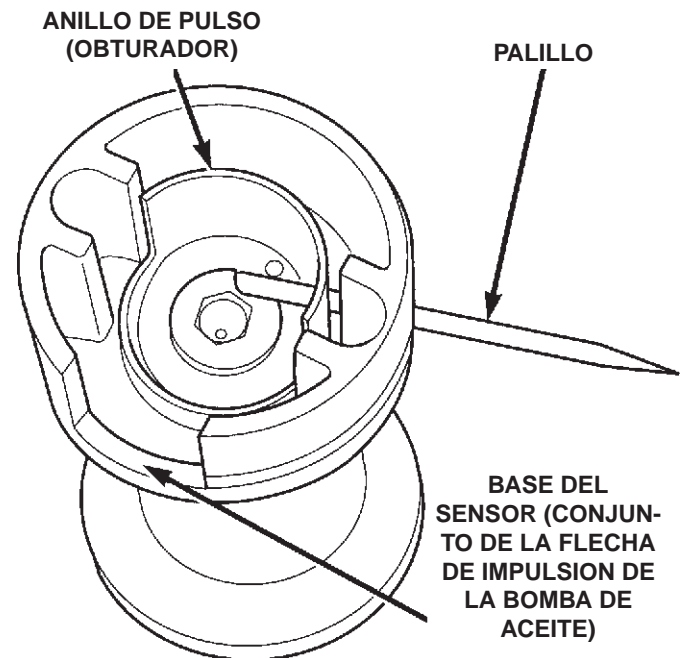

Fig. 34 Alineación del anillo de pulso del CMP del motor de 4.0 L
(1) Limpie el área del agujero de montaje del impulsor de la bomba de aceite del bloque del motor.
(2) Instale un nuevo empaque entre el impulsor de la bomba y el bloque del motor.
(3) Instale temporalmente un palillo o herramienta similar a través del agujero de acceso en un lado de la carcasa del impulsor de la bomba de aceite. Alinee el palillo en el agujero correspondiente del anillo de pulso (Fig. 34).
(4) Instale el impulsor de la bomba de aceite alineándolo en la ranura de la bomba de aceite. Gire el impulsor de la bomba de aceite de regreso a su posición original e instale el sujetador y el perno. Apriete el perno sólo con los dedos. No aplique el apriete final a este perno en este momento.
(5) Si se han girado el cigüeñal o el árbol de levas del motor, como cuando se desarma del motor, debe reestablecerse la relación del sensor del CMP.